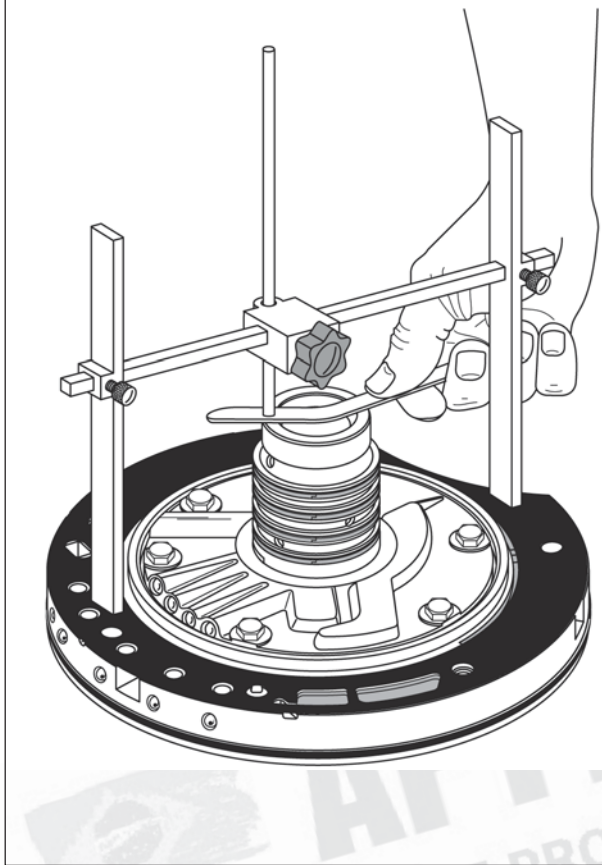

Figura 260
57. Gire agora a ferramenta e apoie-a no conjunto finalizado da bomba de óleo, conforme mostra a figura 260, com a haste de ajuste sobre a torre da bomba e a junta da bomba em seu lugar.
58. Meça a folga entre a haste de ajuste da ferramenta e a torre da bomba a fim de determinar a folga final da transmissão, conforme mostra a figura 260.